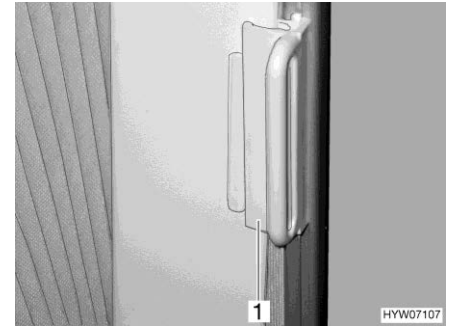

Fig. 44 Verrouillage pour dispositif occultant plissé
- Pousser la poignée (Fig. 44,1) sur la pièce de fixation. Le dispositif occultant plissé est bloqué.